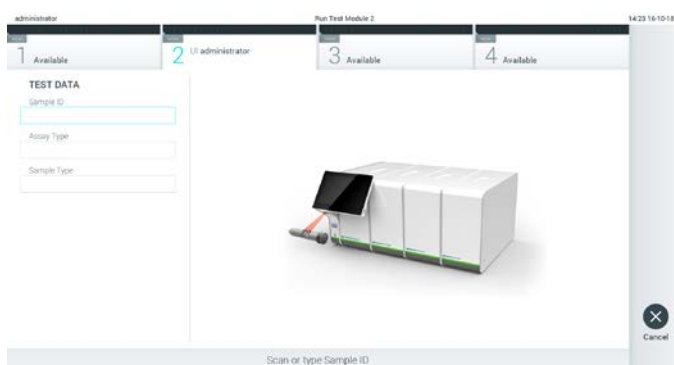

Figura 23. Escaneo del código de barras del identificador de la muestra.
2. Cuando se le indique, escanee el código de barras del identificador de muestra con el lector de códigos de barras que está integrado en el módulo operativo (figura 23).